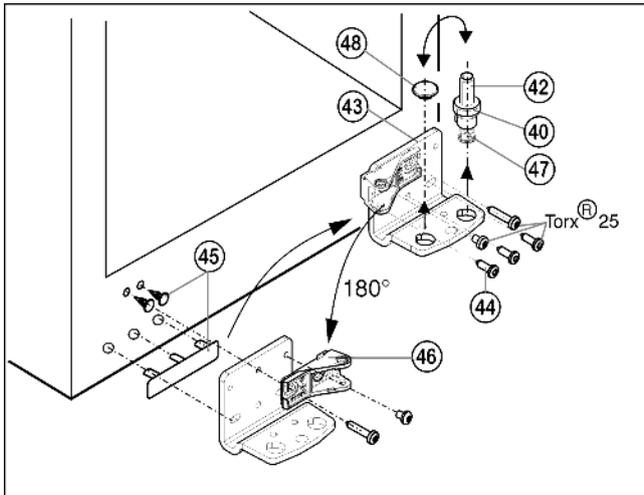

Fig. 13
- ▶ Lagerbolzen Fig. 13 (42) komplett, mit Scheibe Fig. 13 (40) und Stellfuß Fig. 13 (47), nach oben herausziehen.
- ▶ Stopfen Fig. 13 (48) abheben.
- ▶ Lagerbock Fig. 13 (43) abschrauben Fig. 13 (44).
- ▶ Griffseitige Abdeckung Fig. 13 (45) vorsichtig abheben und auf die Gegenseite umsetzen.
- ▶ Lagerbock unten Fig. 13 (43) auf der neuen Scharnierseite ggf. mit Hilfe eines Akkuschraubers **fest (mit 4 Nm)** wieder anschrauben.
- ▶ Lagerteil Fig. 13 (46) abschrauben und innen um 180° gedreht wieder fest anschrauben, lange Schraube immer ins Langloch einschrauben.
- ▶ Stopfen Fig. 13 (48) in das andere Loch wieder einsetzen.
- ▶ Lagerbolzen Fig. 13 (42), mit Scheibe und Stellfuß, wieder einsetzen. Dabei darauf achten, dass der Rastnocken nach hinten zeigt.
- ▶ Tür von oben auf Lagerbolzen unten Fig. 13 (42) aufsetzen.
- ▶ Die Tür evtl. über die Langlöcher im Lagerbock unten Fig. 13 (43) fluchtend zum Gerätegehäuse ausrichten. Dazu mittlere Schraube herausdrehen.